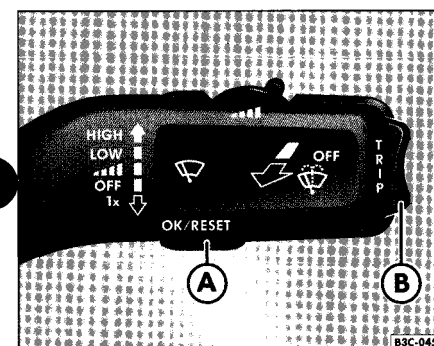
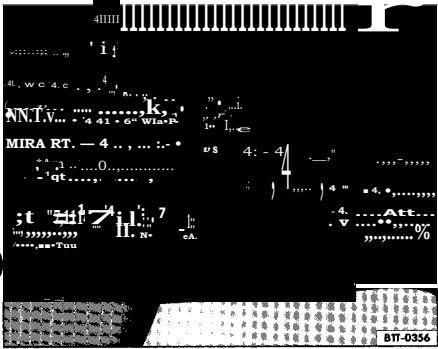

Fig. 11 Sur le levier d'essuie-glace : touche C) pour valider les options et commande à bascule C) pour changer de menu.
Fig. 12 Volant multifonction : cote droit.
Le message d'entretien s'éteint au bout de quelques secondes ou lorsque le moteur tourne. Vous pouvez également repasser à l'affichage normal en appuyant sur la touche **OK** de l'indicateur multifonction⁹⁾ intégrée au levier d'essuie-glace page 17, fig. 11 0 ou sur le volant multifonction⁹⁾ page 19, fig. 12.
Le message d'entretien s'éteint au bout de quelques secondes ou lorsque le moteur tourne. Vous pouvez également repasser à l'affichage normal en appuyant sur la touche **al** de l'indicateur multifonction⁹⁾ intégrée au levier d'essuie-glace page 17, fig. 11 0 ou sur le volant multifonction⁹⁾ page 19, fig. 12.
Tant qu'un message d'avertissement de priorité 1 est affiché sur l'afficheur¹²⁾ du combine d'instruments, aucun menu ne peut être appelé page 20. Pour faire s'afficher les menus, validez les messages d'avertissement à l'aide de la touche (P) intégrée au levier d'essuie-glace¹¹⁾ page 17, fig. 11 ou sur le volant multifonction⁹⁾ page 19, fig. 12.
Appuyez sur la touche **El** du volant multifonction jusqu'a ce que le menu **Configuration** apparaisse = fig. 12.